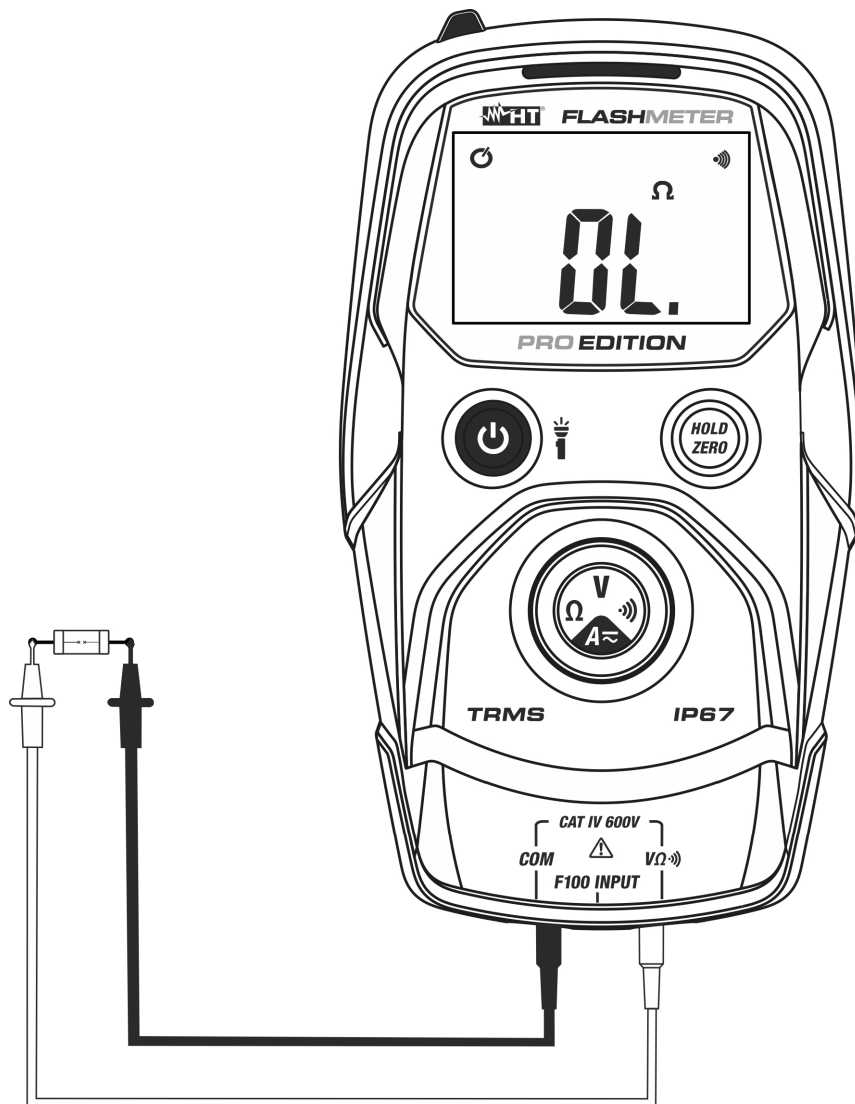

Fig. 6: Uso do instrumento para o Teste de Continuidade
4. Colocar as ponteiras no circuito em exame (ver Fig. 6). O indicador sonoro de continuidade fica ativo para  $R < 50\Omega$ .